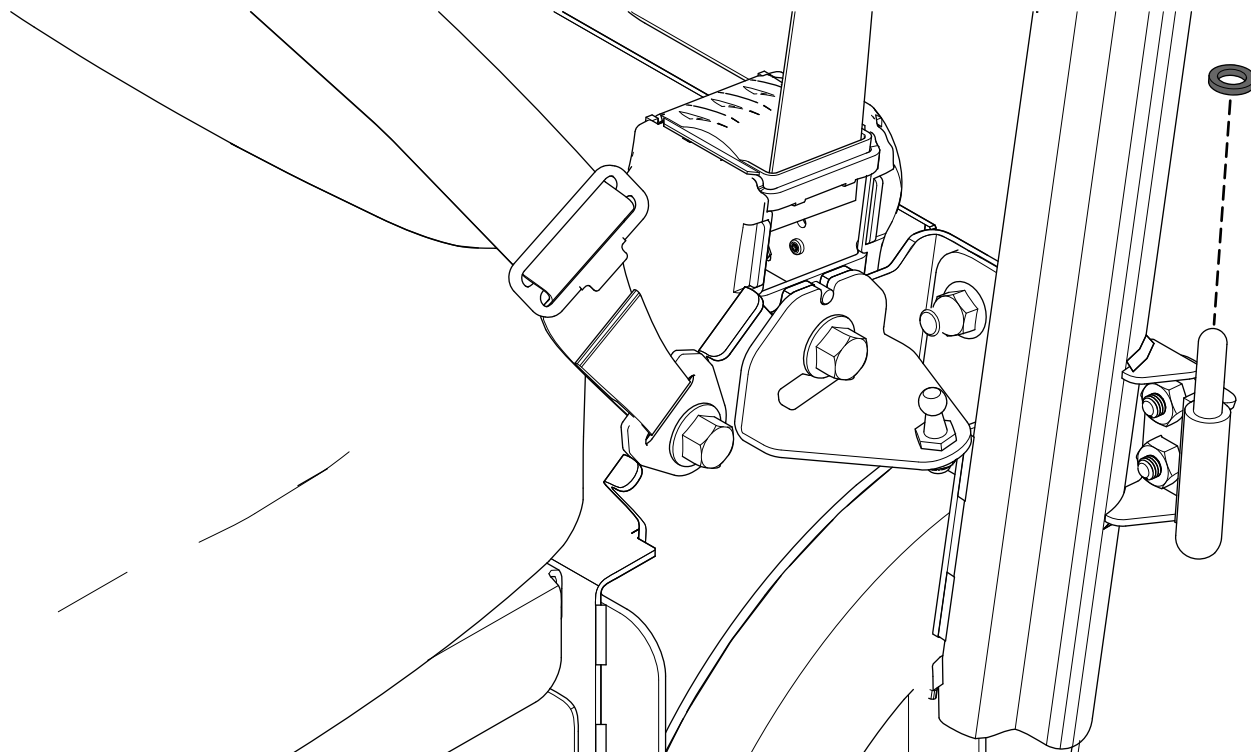

図 6
2. 左側ドア蝶番のそれぞれにスペーサワッシャを取り付ける 図 6。